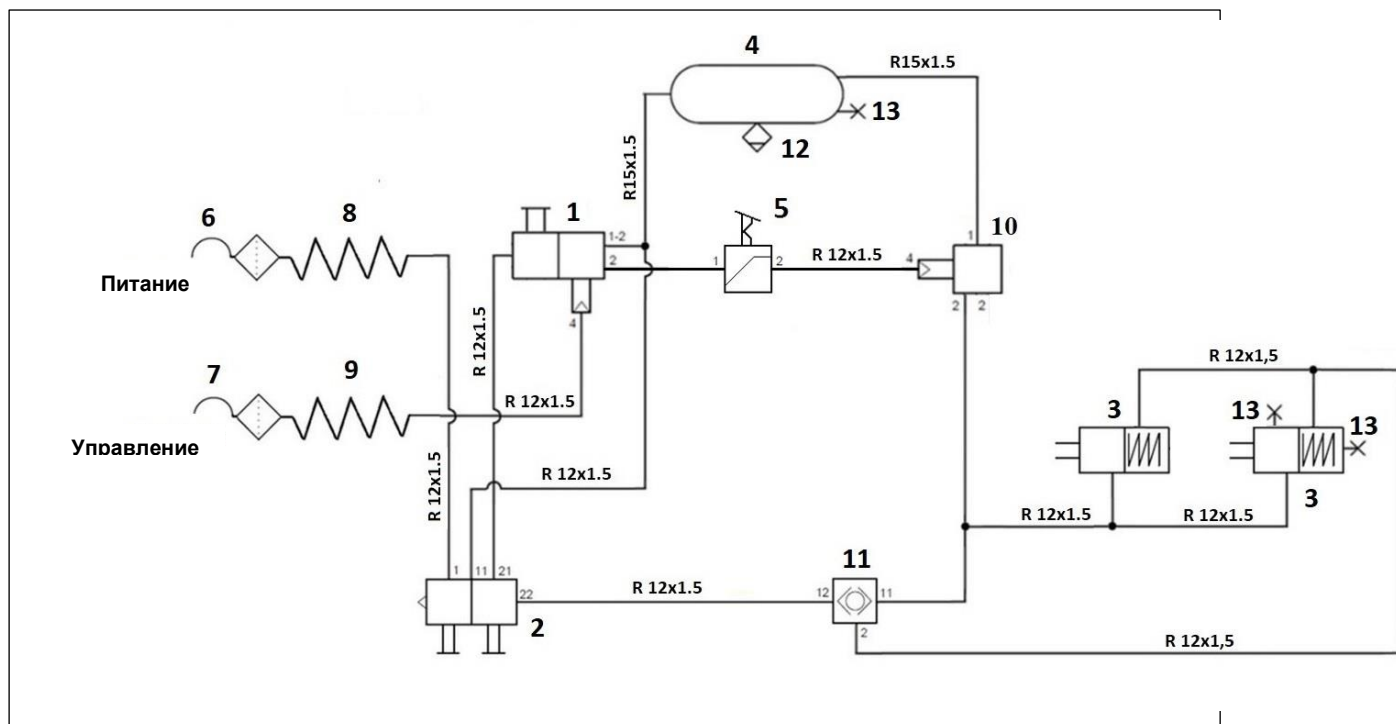

Рисунок 14. Пневматическая тормозная система с ручным регулятором силы торможения и мембранно-пружинными приводами.
Разбрасыватель оснащен двухконтурной пневматической тормозной системой с ручным регулятором силы торможения и мембранно-пружинными приводами - Рисунок 14. Тормоз приводится в действие с места водителя путем нажатия на педаль тормоза трактора. Пневматический управляющий клапан (1) активирует тормоза разбрасывателя одновременно с тормозами трактора. В случае непредвиденного отсоединения проводов (8), (9) управляющий клапан автоматически активирует тормоза машины.